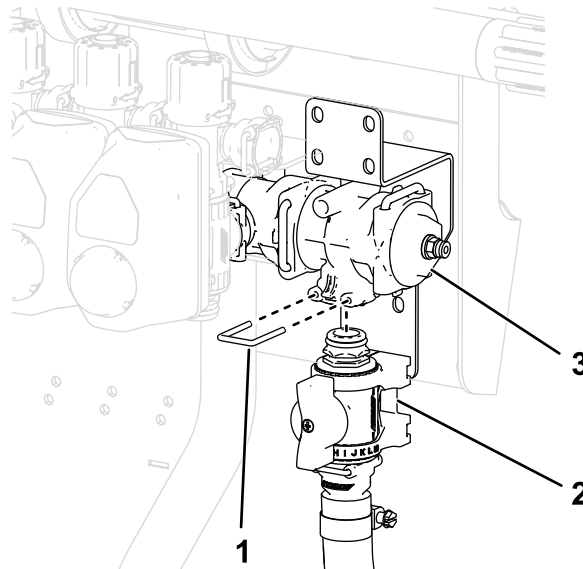

Bild 38
9. Befestigen Sie die Regelventilbaugruppe mit einem Arretierbügel am T-Anschlussstück, wie in **Bild 38** dargestellt.